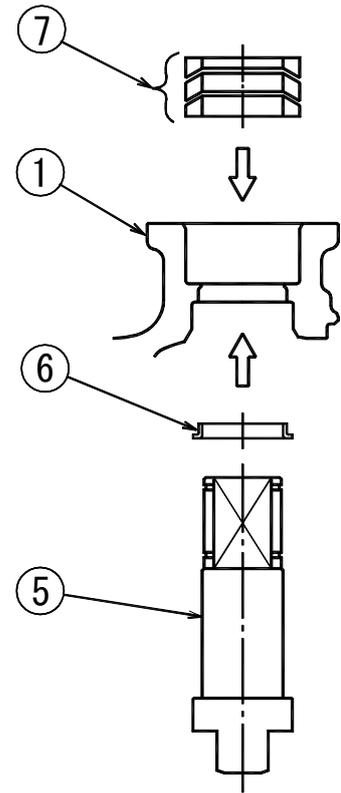

図1
- 1) ボディ①の配管フランジを下に，グランド部を手前にして，垂直に置く。
- 2) ボディ①に，スタッドボルト⑬のねじの切っていない部分をプライヤでつかみ十分にねじ込む。スタッドボルト⑬のねじ部の長さが異なる場合は，短い方をボディ①にねじ込んでください。
- 3) ステム⑤にステムベアリング⑥を装着する。
- 4) ステム⑤をボディ①の内側からグランド部に装着する。
- 5) 図1を参照して，入れる方向を確認し，グランドパッキン⑦をボディ①に装着する。
- 6) グランドキャップ⑨にグランドベアリング⑩(25A～300A)を入れ断面図を参照し，キーロック穴を下側にして，ボディ①のグランド部に装着する。
- 7) 片方の手でボディ①をつかみ固定し，他方の手でステム⑤を十分にボディ①外側に引っ張った後，ボルト⑮2本をねじ込む。(手で締める程度とする)
- 8) ボルト⑮2本を片締めにならないように，締め過ぎないように，交互に締め付ける。